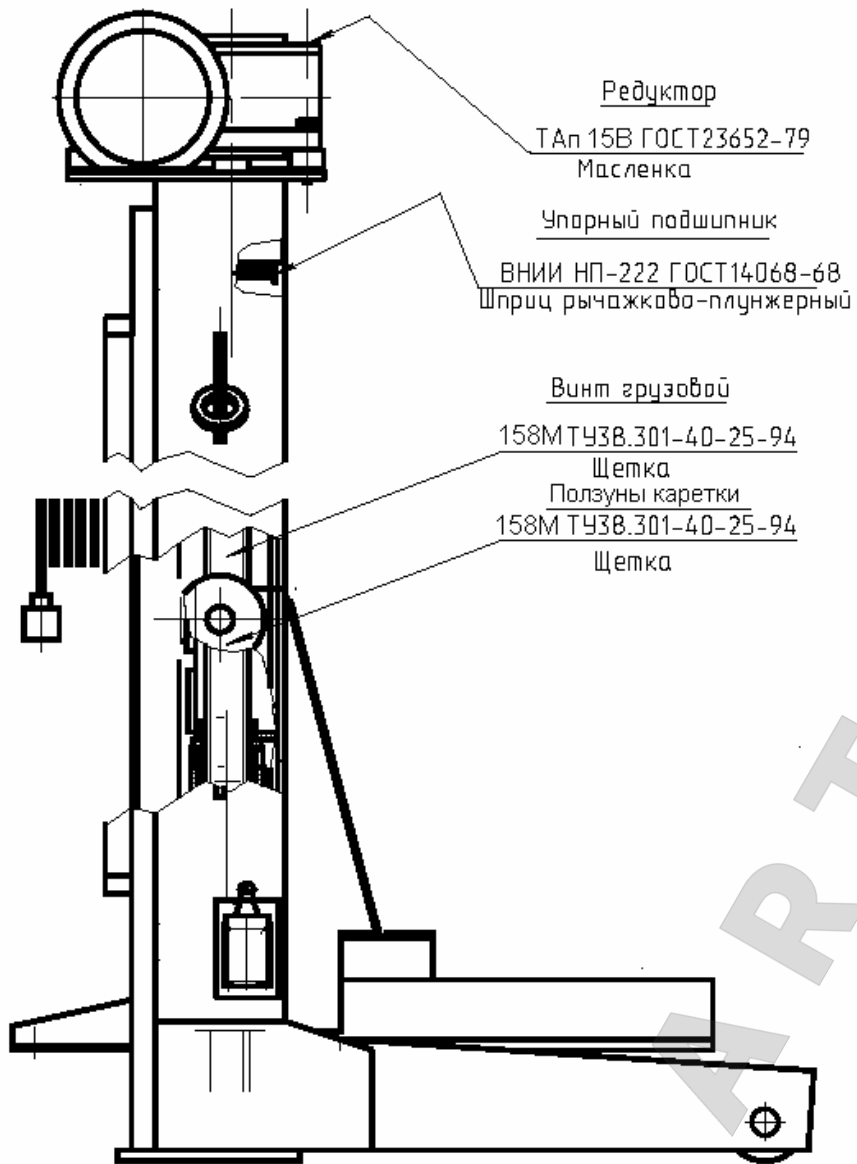

Рис. 6. Карта смазки стойки подъемника ППТ-16
- произвести смазку стоек подъемника в соответствии с картой смазки (см. Рис. 6).